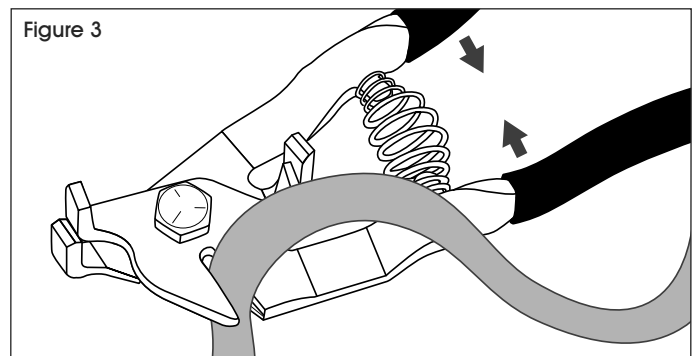

Figure 3
1. Placer le feuilard dans la fente de découpe. (Voir figure 3)